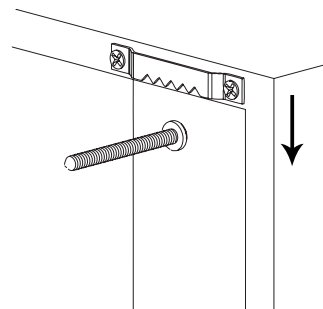

Figure 3
**ÉTAPE 3:** Installez chaque cube en positionnant les encoches en trou de serrure sur les vis, puis en appliquant une légère pression vers le bas, tel qu'illustré à la **Figure 3**.